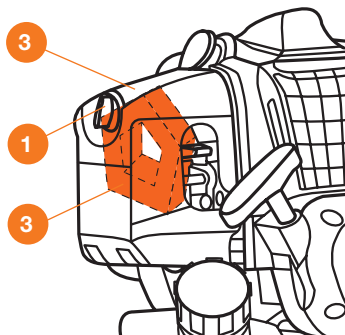

Рис. 21
- Открутите винт крепления ❶ и снимите крышку воздушного фильтра ❷ (Рис. 21).
- Извлеките фильтрующий элемент ❸.